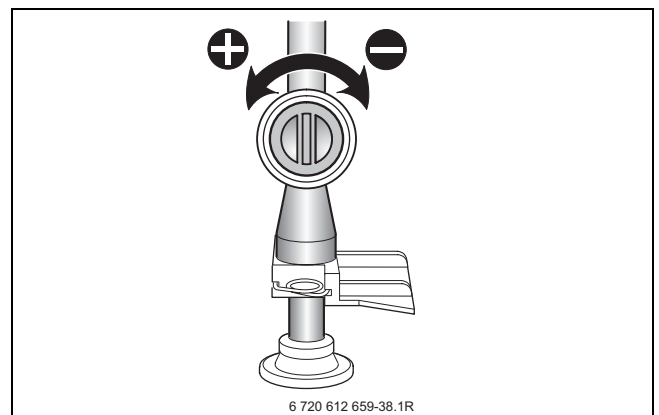

Fig. 51
- ▶ Agendo sulla valvola di regolazione della portata del gas (fig. 51), impostare il valore di CO₂ corrispondente alla potenza termica nominale risc., come da tabelle 17 e 18.